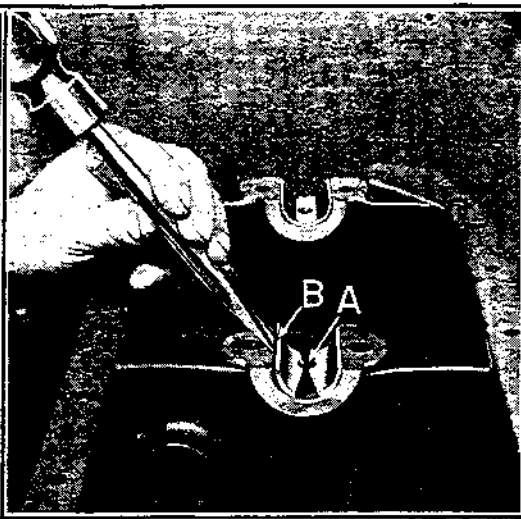
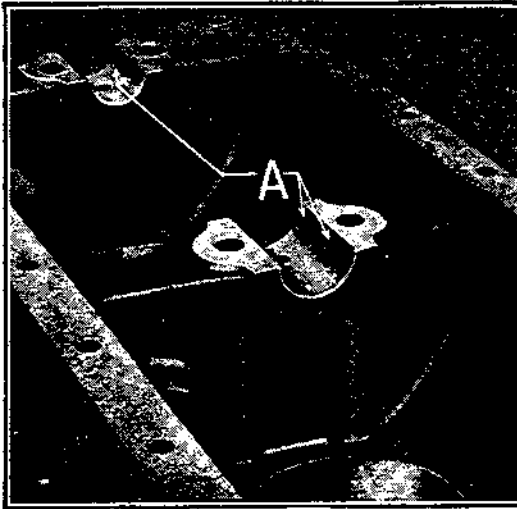

Fig. 147
Fig. 148
**224** — Pour refaire les paliers du moteur, enlever d'abord l'ancienne antifriction. A cet effet, découper une tranche de l'antifriction à la partie inférieure du palier à l'aide d'un ciseau. (Voir A, fig. 147.) Chasser avec le ciseau les deux morceaux qui restent de la façon indiquée à B. S'il reste du métal dans les trous d'ergots (voir A, fig. 148). l'enlever avec une mèche.